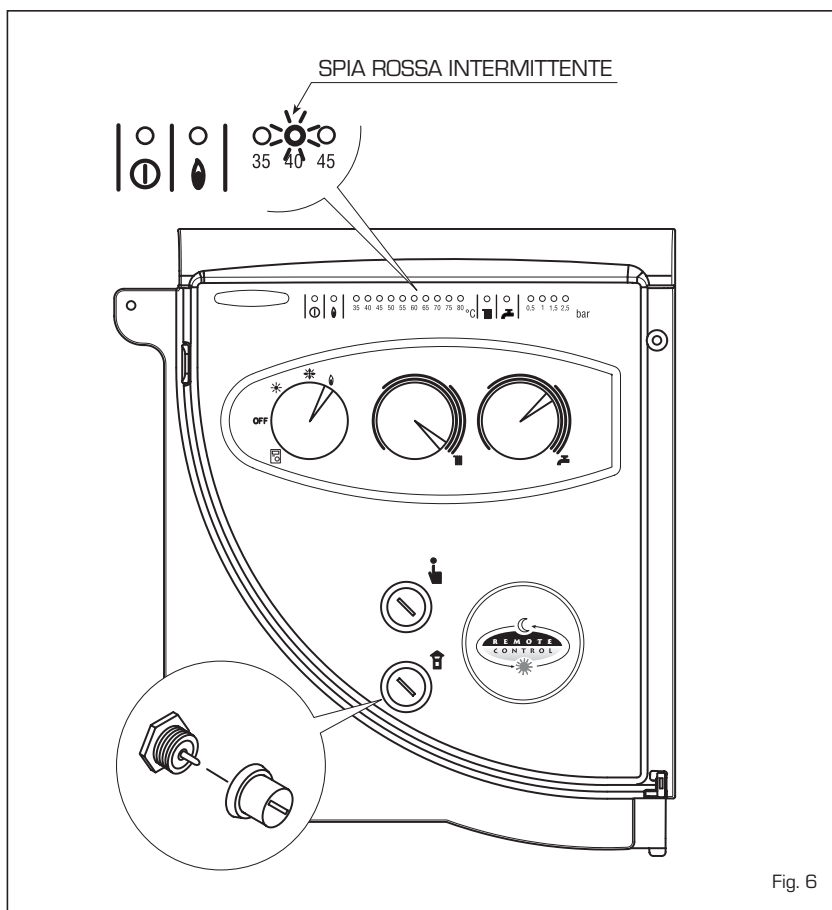

Fig. 6
– **Intervento dispositivo sicurezza fumi** (fig. 6)